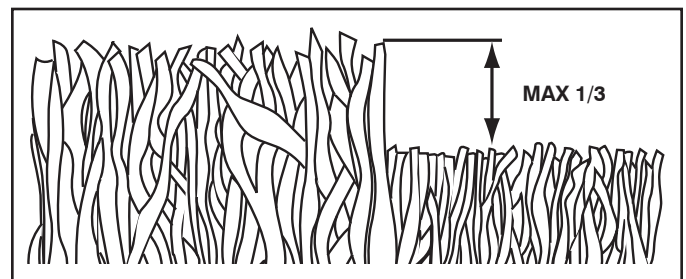

FIG. 11
- Para obtener los mejores resultados, ajuste la altura del corte de la segadora de modo que ésta corte solamente el tercio superior de las hojas de césped. En el caso de que el césped haya crecido demasiado, puede ser necesario el elevar la altura del corte para reducir el esfuerzo necesario para empujar la segadora y para evitar sobrecargar el motor, dejando montones de recortes de césped. Para un césped muy pesado, reduzca el ancho del corte pasando por encima del lugar anteriormente cortado y siegue lentamente (Vea Fig. 11).